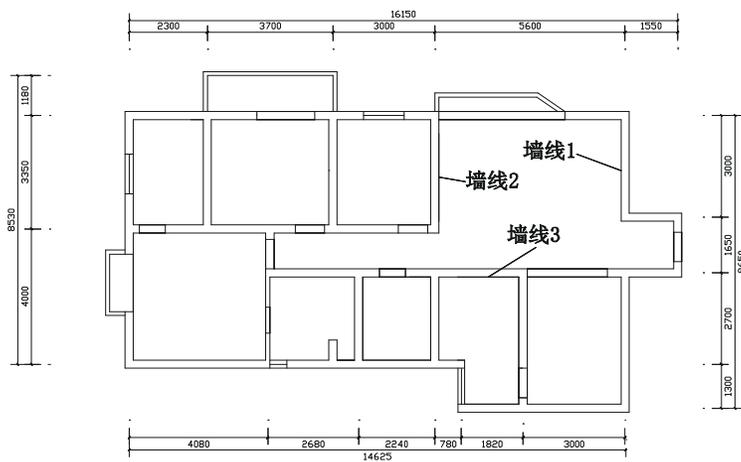

图 7-1-1
**STEP 03** 使用绘制直线命令 LINE 将门的位置用直线连接起来，如图 7-1-1 所示。
// 单击如图 7-1-1 所示中的墙线 1
// 单击如图 7-1-1 所示中的墙线 2
// 单击如图 7-1-1 所示中的墙线 3